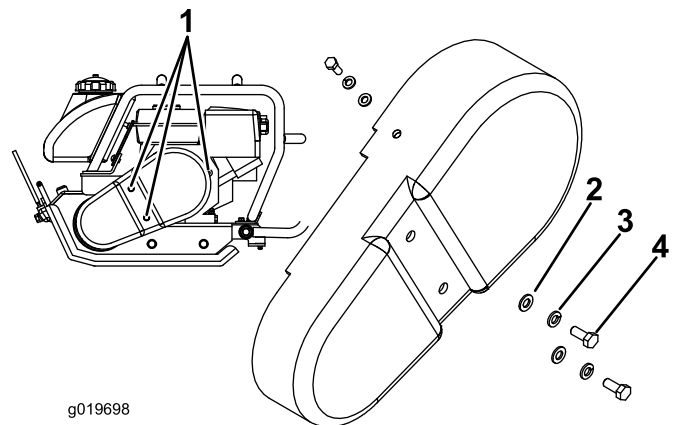
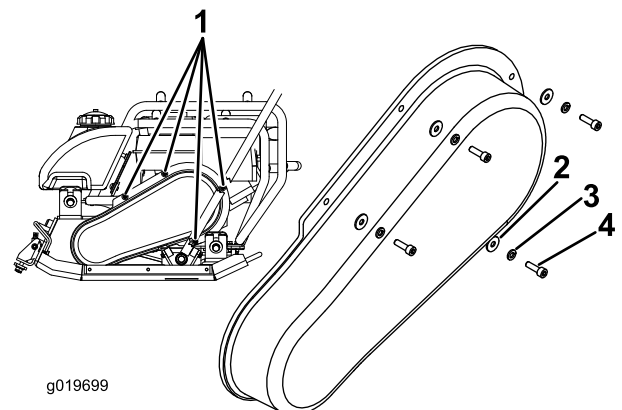

Figure 21
Figure 22
1. Retirez les boulons qui fixent le couvercle de courroie en place (Figure 21 ou Figure 22).